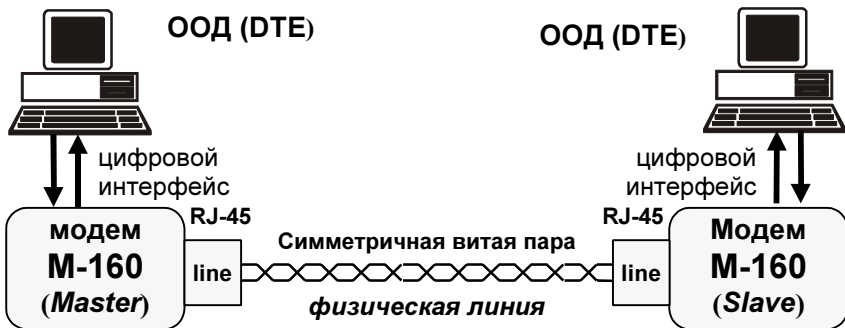

Рис. 11. Схема соединения модемов
Схема соединения модемов для организации дуплексного канала связи приведена на Рис. 11. Назначение контактов линейного разъема приведено в приложении (см. Приложение 3). В качестве линейного разъема применяется восьмиконтактная вилка **RJ-45**. Для подключения к физической линии используются только два средних контакта. Полярность при подключении к проводам линии значения не имеет. Остальные контакты необходимо оставить незадействованными (за исключением случая использования специального грозозащитного
1. Соединить модемы в соответствии со схемой, приведенной на Рис. 11 (стр.22).